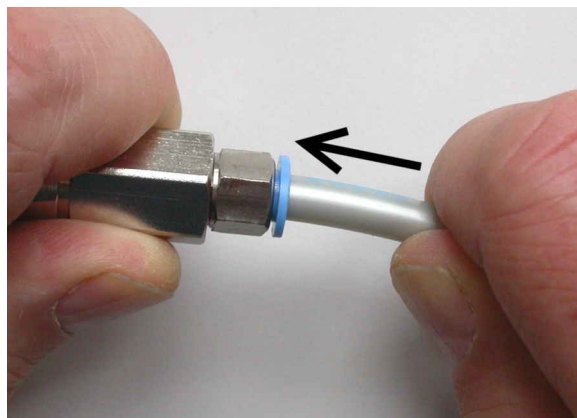

Bild 6-4: Hopsättning av tryck-drag-adaptorn (vänster) och 6 mm-slang (höger)
5. Tryck in slangen hela vägen i adaptorn så som visas i bild 6-4.